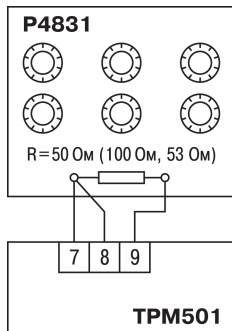

Рисунок 8.1 – Схема подключения
1. Подключить ко входу (клеммы 7 – 9, см. *рисунок 8.1*) прибора вместо датчика магазин сопротивлений типа P4831 (или подобный ему с классом точности не ниже 0,05) по трехпроводной линии. Сопротивления проводов в линии должны быть равны друг другу и не превышать 15 Ом.